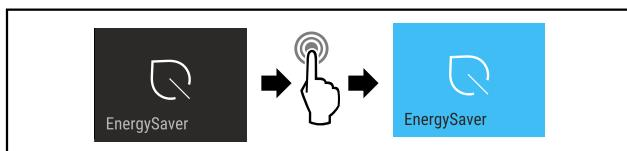

Fig. 14
- Изпълнете стъпките (вж Fig. 14).